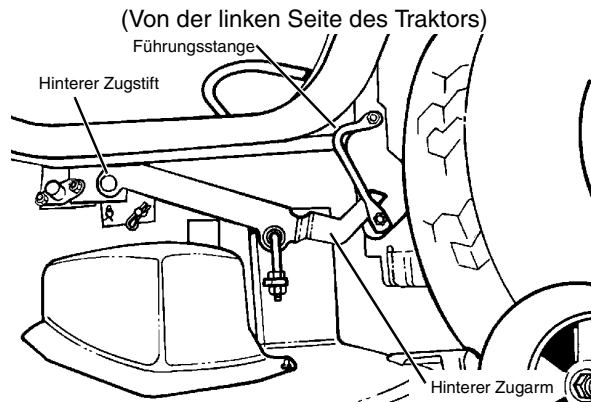

ABBILDUNG 37
- Federstifte von den zwei hinteren Zugstiften entfernen, die die hinteren Zughalterungen mit dem Rahmen des Mähers verbinden (siehe ABBILDUNG 37).
- Mähwerksgehäuse-Hubhebel auf die tiefste Position herablassen, dabei hintere Zugarme in den Führungsstangen zentrieren (siehe ABBILDUNG 37).